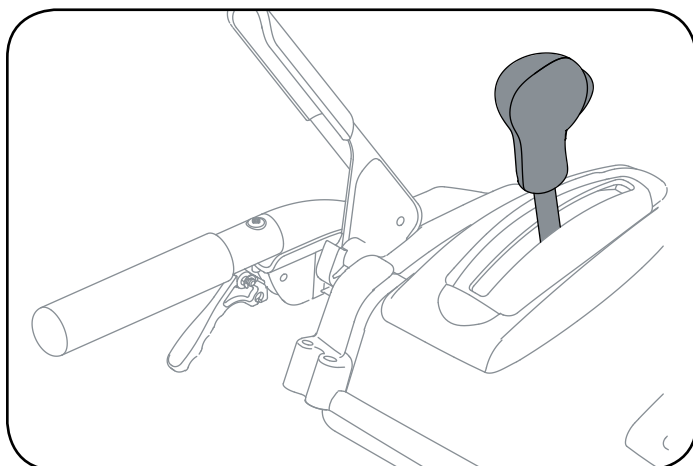

Figura 3
- Sitúe el control del canal de 4 direcciones en una posición centrada. Vea la figura 3